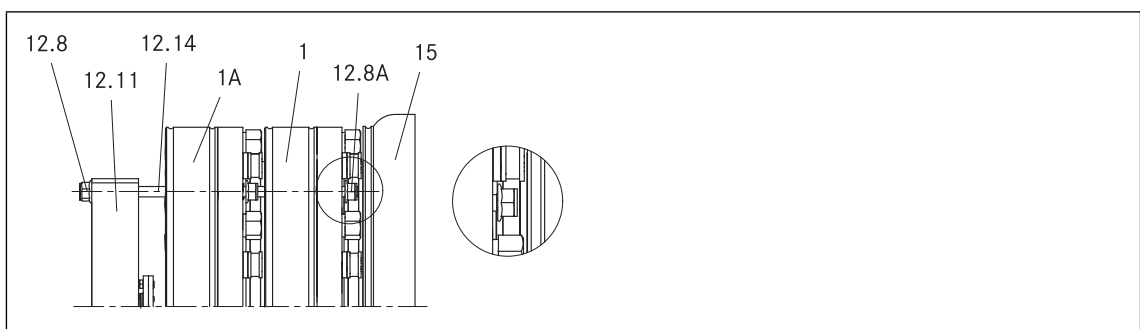

Abb. 17 Vormontage der Bremse mit Handl ftung am Motor
8. Bremse mit den sechs mitgelieferten Zylinderschrauben (10) in mehreren Durchl ufen gleichm  ig mit einem Drehmomentschl ssel festschrauben, Abb. 17.
10. Mit einem Drehmomentschlüssel die mitgelieferten Befestigungsschrauben (10) nochmals mit dem vorgeschriebenen Anzugsmoment festschrauben,  16.